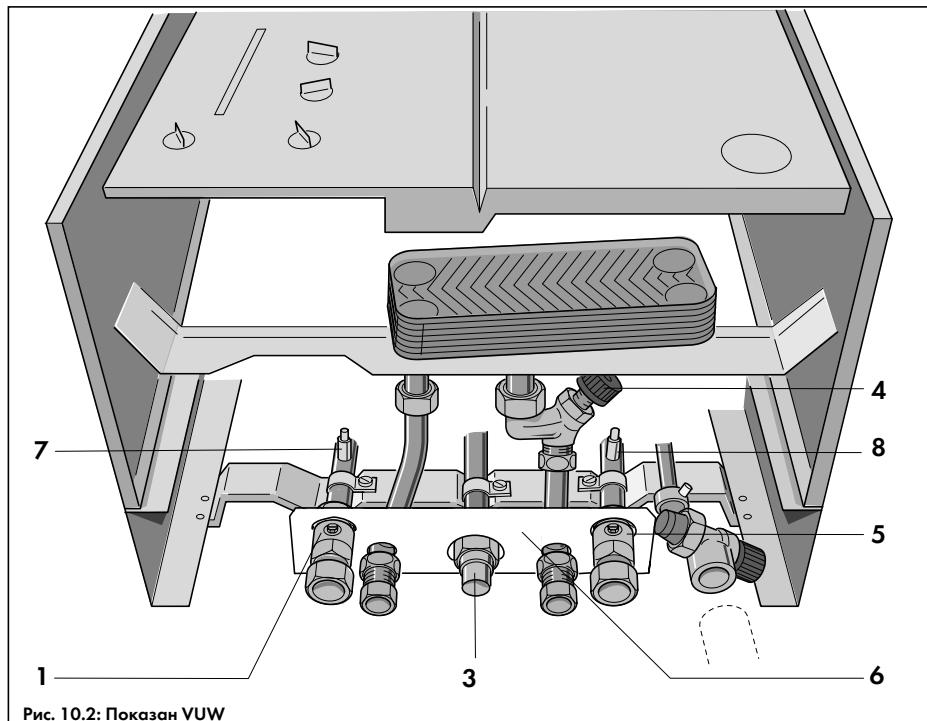

Рис. 10.2: Показан VUW
- У аппаратов VUW: Закрыть кран холодной воды (4, рис. 10.2).
- Отсечь аппарат от системы отопления, закрыв сервисные краны (1 и 5, рис. 10.2);
- Подсоединить к сливным штуцерам (7 и 8, рис. 10.2) отрезок гибкого шланга и опустить их в какую-либо подходящую емкость;
- Спустить из аппарата воду через сливные штуцеры (7 и 8, рис. 10.2), открутив их ключом на 10 на 1-2 оборота;
- Открыть сервисные краны (1 и 5, рис. 10.2) в контуре отопления. В случае необходимости произвести подпитку системы отопления (см. главу 6.4);